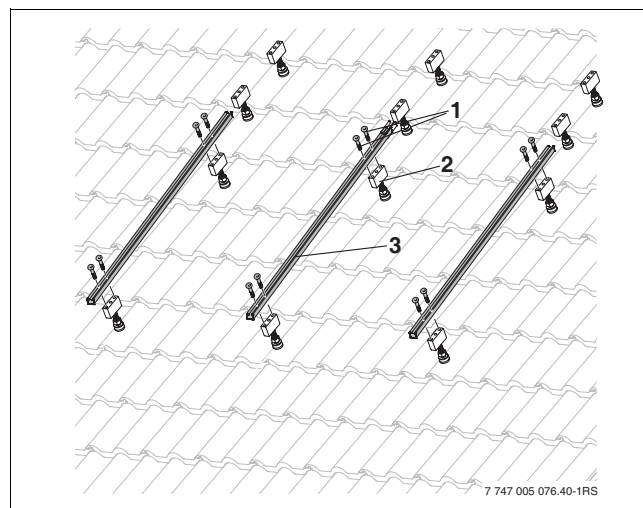

Fig. 46 Fijar el perfil al caballete de soporte
- Fijar los perfiles del captador (Fig. 46, (3)) en el caballete de soporte (2) con dos tornillos cada uno (1), empezando por el agujero alargado inferior.